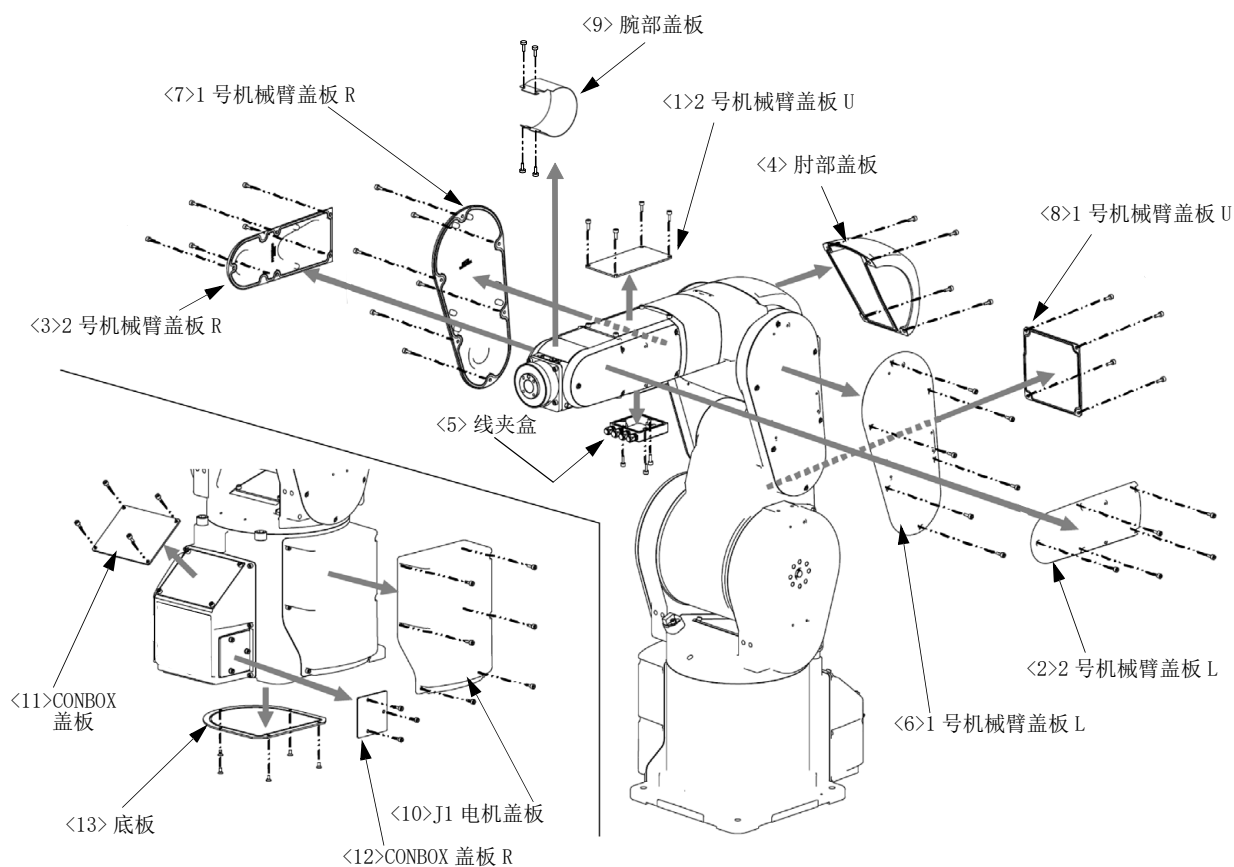

图 5-5: 盖板的拆装方法 (RV-4FR/7FR 系列)
(1) 请参照图 5-5 卸下盖板。
- (2) 盖板的名称和安装螺丝的一览如表 5-5 所示。表 5-5 的编号对应图 5-5。
- (3) 根据机器人的姿势，有些盖板可能难于卸下。在这种情况下，应通过 JOG 操作改变机器人的姿势后拆卸盖板。
- (4) 卸下腕部盖板时，应通过 JOG 操作使 J5 轴移动至 +90° 的位置。
- (5) 维护点检后安装盖板时，应按与卸下时相反的顺序进行安装。应以表 5-5 所示的力矩拧紧安装螺丝。
- (6) 拆下盖板时，热传导薄板可能会掉落。请重新粘贴后再安装盖板。